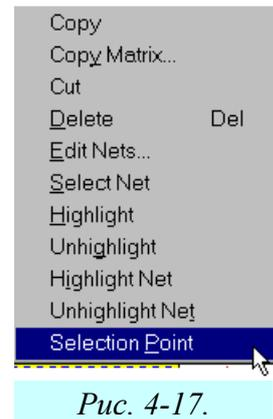

Рис. 4-17.
3) Щелкните внутри этого прямоугольника правой кнопкой мыши и выберите в появившемся меню пункт **Selection Point** (точка выбора) (рис. 4-17).
3) Отпустите клавишу **CRTL**. Щелкните внутри прямоугольника правой кнопкой мыши и выберите в появившемся меню пункт **Selection Point** (рис. 4-17).